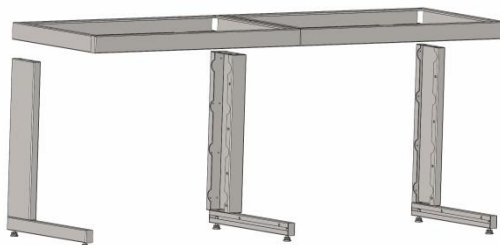

Рис. 3
2. Соедините боковины с верхней рамой крепежом Болт М8х16 DIN 933, Шайба М8 DIN 125 (Рис. 3)